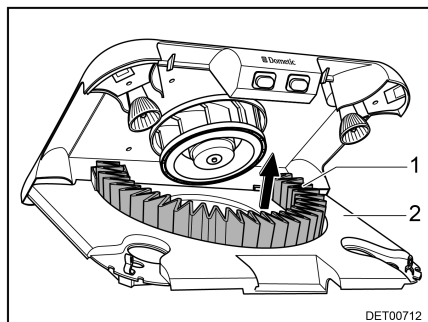

Fig. 117 Cambio del filtro de carbón activado
- Extraer el filtro de carbón activado (Fig. 117,1) hacia arriba del soporte.
- Girar el porta filtro (Fig. 117,2) hacia arriba hasta que engatille.